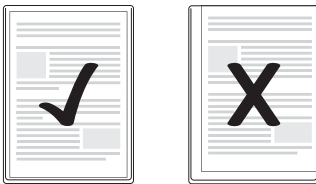

Abb. 1
- ▶ Achten Sie darauf, dass alle Ränder des Dokuments mindestens zwei Millimeter Abstand zum Rand der Folientasche haben müssen, wie in Abb. 1 dargestellt.
- ▶ Achten Sie darauf, dass alle Ränder des Dokuments mindestens zwei Millimeter Abstand zum Rand der Folientasche haben müssen, wie in Abb. 1 dargestellt (siehe S. 22).